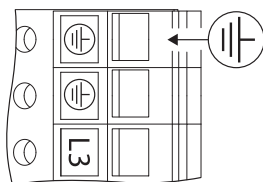

Fig. 27: Zusätzliche Erdung
- Aufgrund des erhöhten Ableitstroms bei Motoren ab 11 kW muss nach EN 61800-5-1:2008-04 zusätzlich eine verstärkte Erdung angeschlossen werden (siehe Fig. 27).